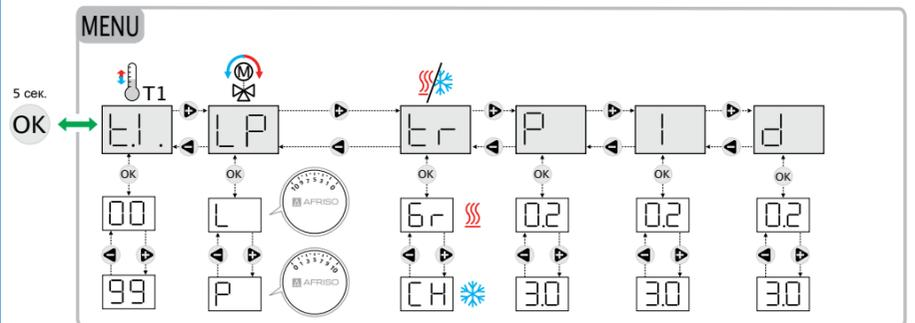

рис. 5
6. Подключите устройство к источнику питания (рис. 5).
7. Подключите устройство к источнику питания с помощью установленного заводом-изготовителем разъема (рис. 5).